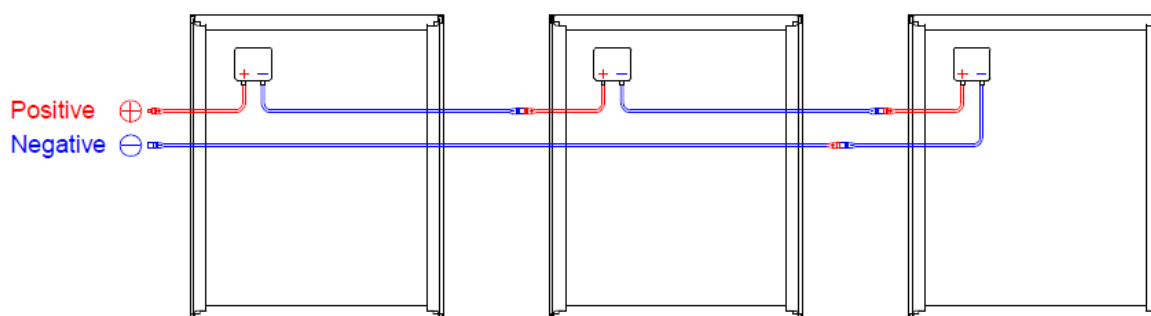

Abb.9 Reihenschaltung
- Die PV-Module können zum Verstärken der Spannung serienverkabelt werden. Dazu das Kabel des Pluspols des einen Moduls mit dem Kabel des Minuspols des nächsten Moduls verbinden (Abb. 9).